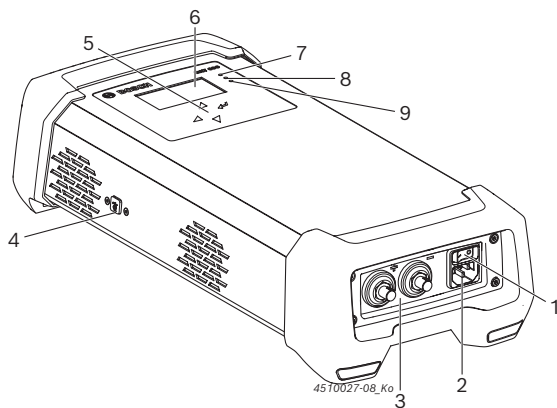

Fig. 1: Vista frontal del producto BAT 690
2. Encender el BAT 690 mediante el interruptor de encendido/apagado (fig. 1, pos.1).
- ⇒ LED rojo (fig. 1, pos. 7) se ilumina con batería conectada o parpadea con batería no conectada.